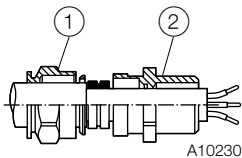

図2: ケーブルグランドの締め付け
IP定格IP66 / 67は、ケーブルグランドとハウジングの間に黒色のネオプレンシールリングを取り付けることと、3.6 Nmの締め付けトルクを守ることによってのみ達成されます (図2、アイテム ②)。
5. ケーブルがシールリングでしっかりと封入されるまでケーブルグランドを締め付けます (図2、アイテム ①)。ハウジングの規定トルクの1.5-倍を超えて締め付けないください (組立説明書を参照)。